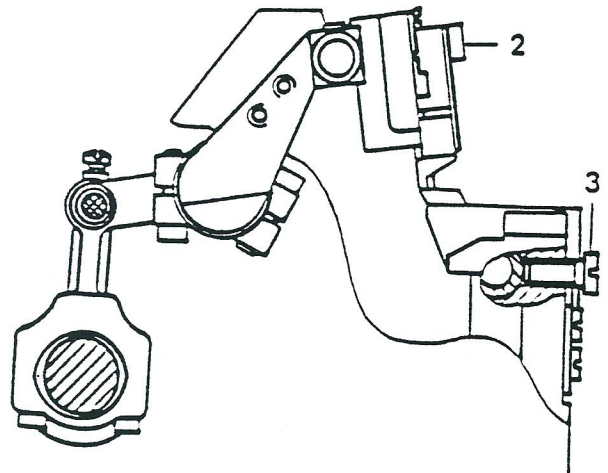

Abb. 19
8. Einstellung des Schneidabstandes (Abb. 19)